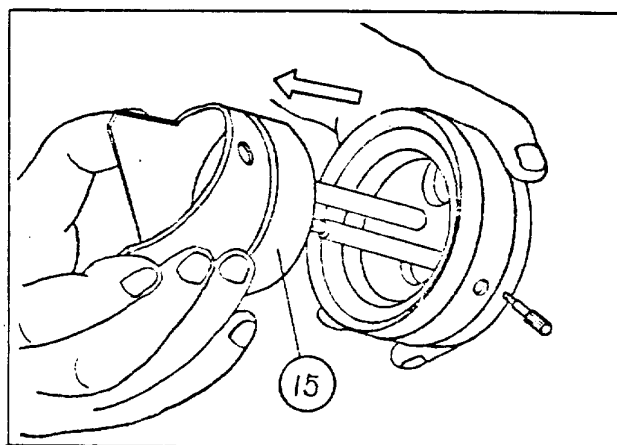

Fig. 49
- 11) Take out the zooming cam (15) (Fig. 49).